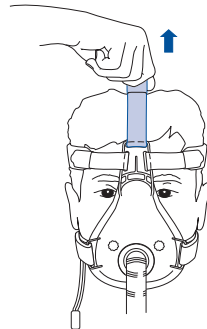

Abbildung: 5
- 5 Ziehen sie das obere Band (Abb. 5) etwas strammer an, um einen sichereren Maskensitz zu erreichen. Die Maske sollte nicht zu stramm sitzen.